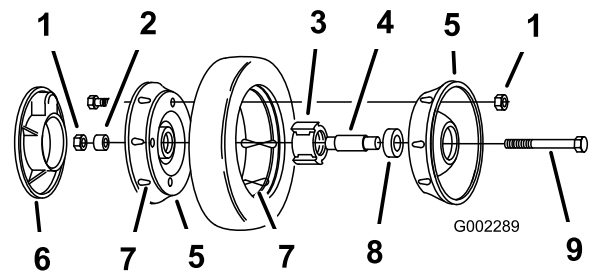

Figura 30
3. Retire el perno, el suplemento de la rueda y la contratuerca que monta la rueda al brazo de pivote (Figura 30).
4. Separe las mitades de la rueda del neumático retirando los 4 pernos y las 4 contratuercas (Figura 30).
Nota: Si retira los cojinetes del conjunto de cojinete/buje, retírelos apretando sobre el suplemento del cojinete (Figura 30).
1. Coloque el neumático en una mitad de rueda, alineando las orejetas en cada pieza (Figura 30).
2. Coloque el conjunto cojinete/buje en el hueco central de la mitad de la rueda. Asegúrese de que las patas del buje están posicionadas sobre la brida del hueco (Figura 30).
3. Coloque la otra mitad de la rueda sobre el conjunto cojinete/buje, alineando las orejetas de la rueda y del neumático y los taladros de montaje (Figura 30).
4. Usando 2 tornillos o pernos de rosca completa (1/4-20 x 1,50 pulg.) y tuercas no de freno, conecte sin apretar las dos mitades de la rueda. Monte los tornillos o pernos en taladros opuestos (Figura 30).
5. Compruebe la alineación de todas las piezas y apriete los pernos, alternando de uno a otro para que el encaje sea uniforme, hasta que las mitades de la rueda estén juntas (Figura 30).
6. Instale los 2 pernos y 2 contratuercas que retiró anteriormente en los taladros restantes de las mitades de la rueda, y apriételos. Retire los dos tornillos o pernos largos y sustitúyalos por 2 pernos y 2 contratuercas (Figura 30).
Asegúrese de que el suplemento está colocado entre el buje de la rueda y el brazo de pivote (Figura 30).